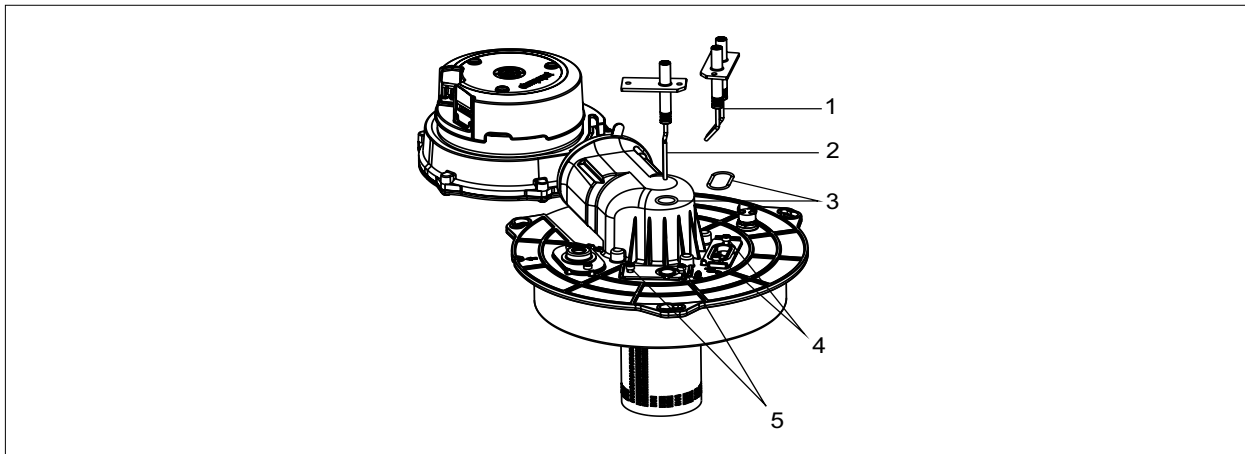

Abb. 6.3 Elektroden austauschen
- ▶ Elektroden demontieren (siehe Abb. 6.3 Elektroden austauschen)
- Befestigungsschrauben (5) Abb. 6.3 mit 3 Nm Drehmoment anziehen.
- ▶ Befestigungsschrauben (4) Abb. 6.3 mit 3 Nm Drehmoment anziehen.